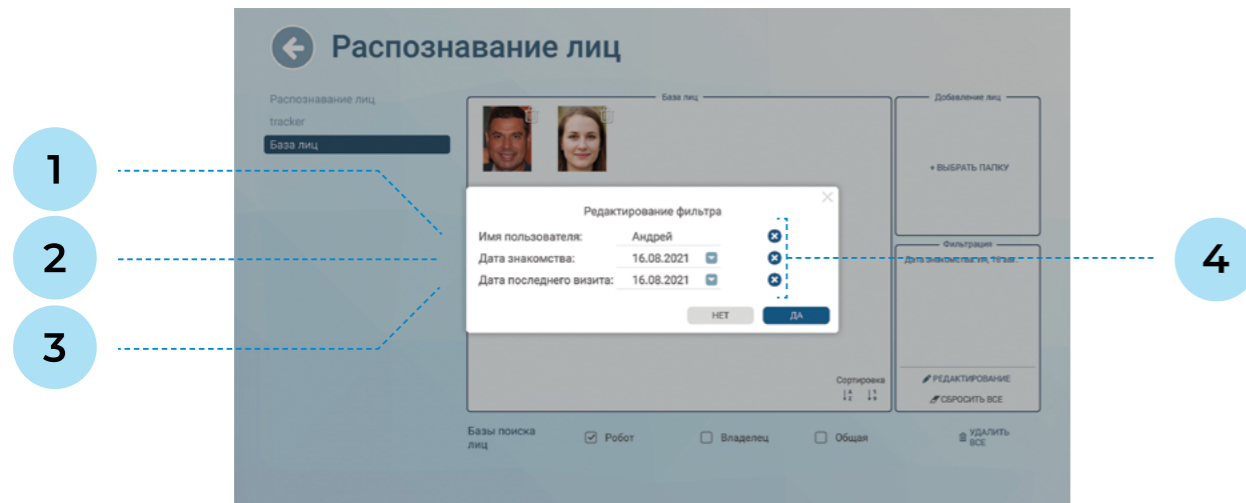

Рисунок 6.18. Редактирование фильтра отображения лиц в базе
7. **Редактирование** — кнопка для редактирования фильтров (рис. 6.18).